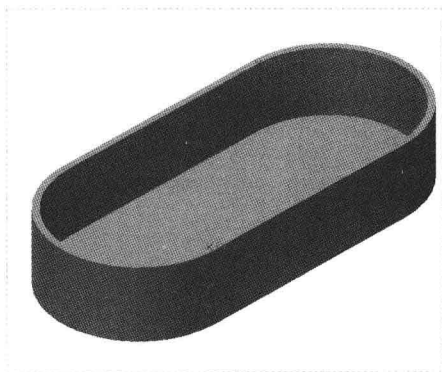

图 4-26 图形文件
Step 01 按【Ctrl+O】组合键，打开图形文件，如图 4-26 所示。